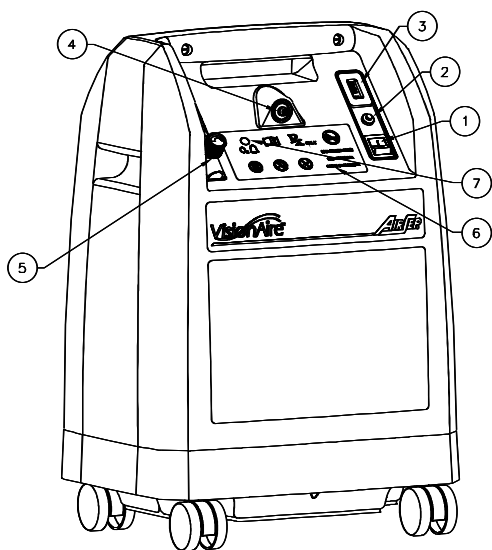

Fig. I.1
I. 1. Panneau avant (Fig. I. 1)	2-FR
I. 1. Panneau avant (Fig. I. 1)